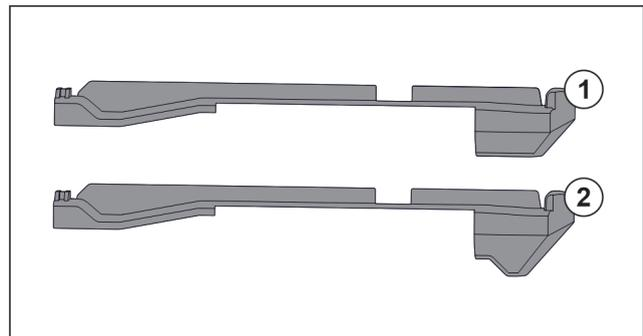

Fig. 125 Vergleich der Aufsteckteile
Im Gerät befinden sich zwei unterschiedliche Aufsteckteile. Das Aufsteckteil über dem untersten Schubfach Fig. 125 (2) hat eine dreieckige Kante. Alle anderen Aufsteckteile Fig. 125 (1) haben eine gerade Kante.
- ▶ Aufsteckteil Fig. 125 (2) mit der dreieckigen Kante über dem untersten Schubfach anbringen.
- ▶ Aufsteckteil Fig. 125 (1) mit der geraden Kante an allen anderen Stellen anbringen.